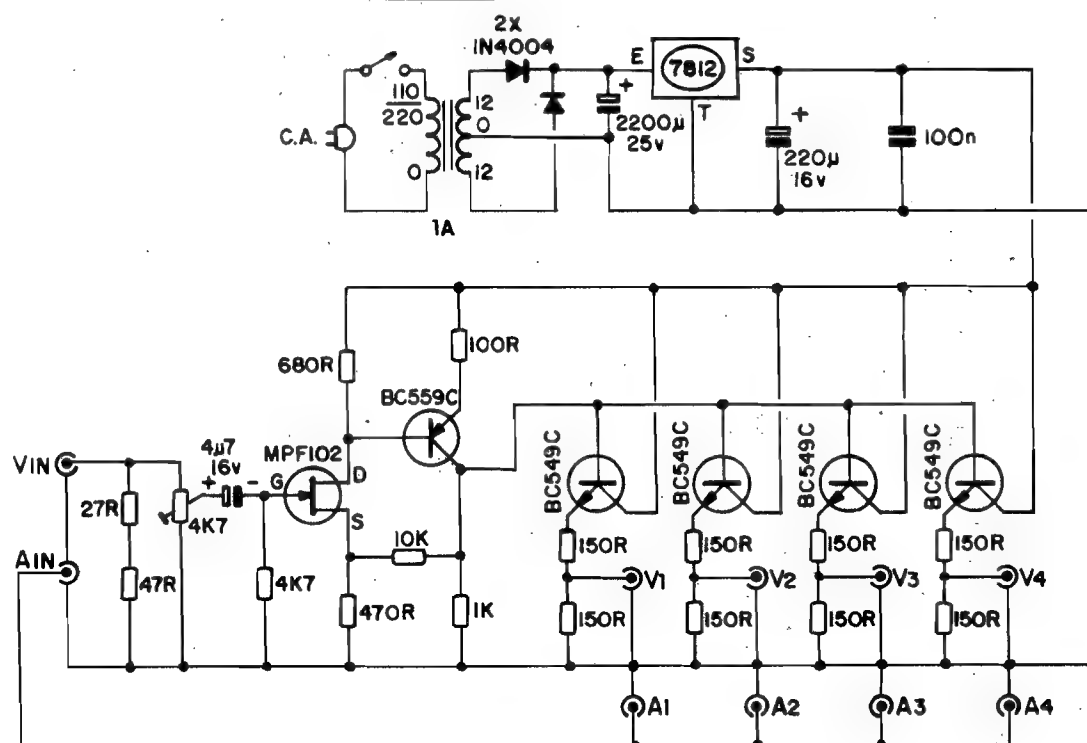

Fig.1
- FIG. 1 - DIAGRAMA ESQUEMÁTICO DO CIRCUITO - Basicamente, como já foi dito, o módulo constitui um simples amplificador/distribuidor/compensador para os sinais de vídeo composto... Logo "de cara", junto à entrada "Vin" temos um simples conjunto resistivo de modo a adequar as impedâncias, com os resistores de 27R e 47R "empilhados", perfazendo 74 ohms (praticamente os 75 ohms nominalmente necessários...). Um trim-pot de valor relativamente alto (4K7), para não "carregar" o casador resistivo de entrada, dimensiona o sinal e o entrega, via capacitor de 4u7, ao gate de um transistor de efeito de campo comum (MPF102), previamente polarizado por resistor de 4K7 à linha do negativo da alimentação... O FET mostra excelentes características para tal função amplificadora, desde o bom manejo das frequências envolvidas (na região dos 5 MHz), até a elevada impedância de gate, necessária para não deturpar o sinal... Os terminais de dreno (D) e source (S) do FET estão respectivamente "carregados" por resistores de 680R e 470R... Um transistor bipolar comum, de alto ganho e baixo ruído (BC559C) encontra-se acoplado diretamente ao FET, com o auxílio dos resistores de polarização e realimentação (10K, 100R e 1K) de modo a promover um driver para os estágios finais de distribuição... Estes são formados por 4 transistores idênticos, todos BC549C, recebendo "paralelamente" os sinais presentes no coletor do driver (BC559C). Notem que ganhos altos e uniformes são importantes nesses 4 transistores finais, caso contrário poderão ocorrer sérios "descasamentos" e distorções nos sinais apresentados nas Saídas... Estas são recolhidas nos emissores dos BC549C,